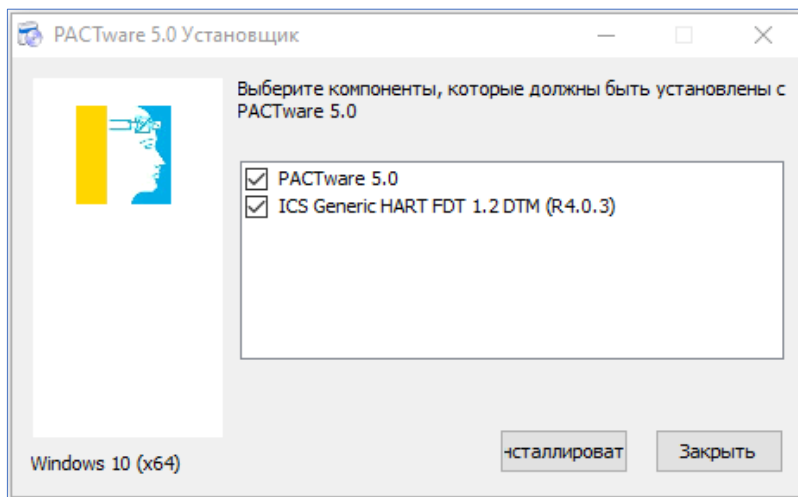

Рисунок 1 – Диалоговое окно выбора компонентов для установки
- выберите для установки компоненты *PACTware 5.0* и *ICS Generic HART...* (Рисунок 1);